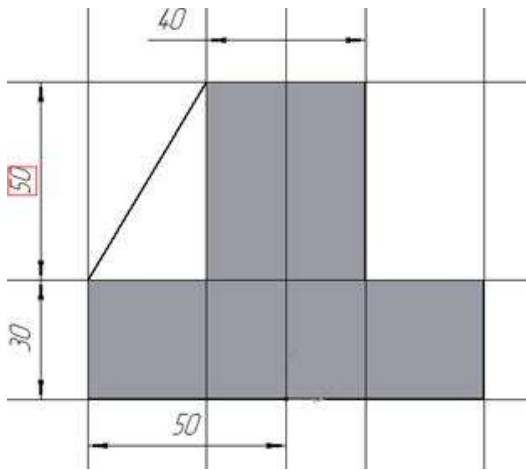

Рисунок 28 - Построение эскиза ребра жесткости
5. Для построения ребер жесткости служит кнопка  Ребро жесткости. На панели свойств команды (рис.28) закладка Толщина позволяет выбрать Толщину ребра жесткости. Закладка Параметры позволяет определить: